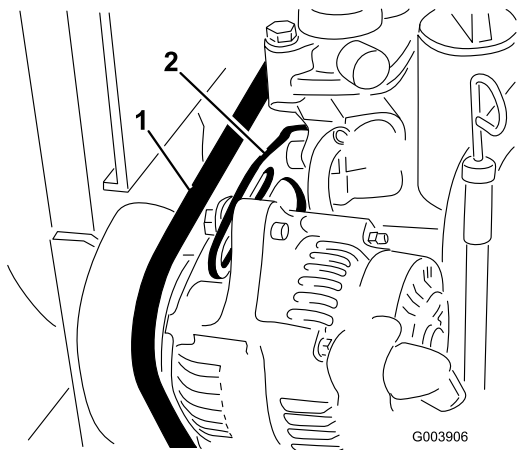

Figura 69
2. Compruebe la tensión de la correa del alternador flexionándola (Figura 69) en el punto intermedio entre las poleas del alternador y del cigüeñal con una fuerza de 10 kg.
3. Afloje el perno que fija el tirante al motor (Figura 69) y el perno que fija el alternador al tirante.